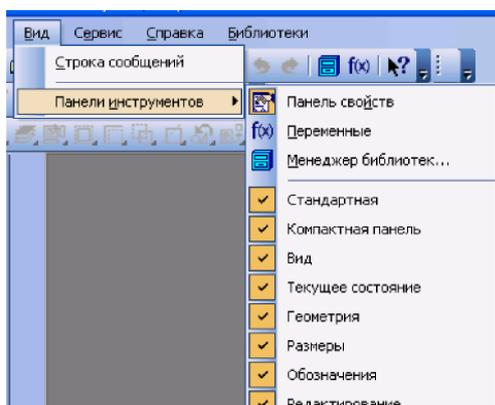

Рисунок 1.3. - Содержание опций меню Вид / Панели инструментов
1.1.2 Выпадающее меню Вид Меню Вид позволяет активизировать любую панель, воспользовавшись строкой Панели инструментов. Для этого нужно щелкнуть левой клавишей мыши в выпадающем меню по пункту Панели инструментов. Появится всплывающее меню, показанное на рис. 1.3. Щелкнув мышью по названию нужной панели инструментов во всплывающем меню, увидим, что перед выбранным названием панели появилась галочка в желтом квадрате, а сама панель отображается на экране компьютера.